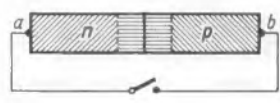

Bild 10.8. Kurzschluß der freien Enden einer Kristalldiode
3. Am schwersten zu verstehen ist wohl, daß bei einer leitenden Verbindung zwischen n- und p-Zone, wie in Bild 10.8 gezeichnet, kein Strom fließt, obwohl zwischen beiden ein Potentialunterschied besteht. Am einfachsten ist es, sich vorzustellen, der Halbleiterkörper würde so zu einem Ring zusammengebogen, daß die Endflächen bei a und b aufeinander-
stand. Keineswegs aber würde ein Ausgleich der Potentialdifferenz stattfinden, die genauso weiterbestände. Wenn also in Bild 10.8 der gezeichnete Schalter geschlossen wird, so ersetzt der Verbindungsdraht die unmittelbare Berührung der Punkte a und b. Um diese beiden Anschlußpunkte herum bildet sich daher bei leitender Verbindung eine zweite Grenzschicht in zwei Teilen aus. Ein Potentialausgleich erfolgt nicht.